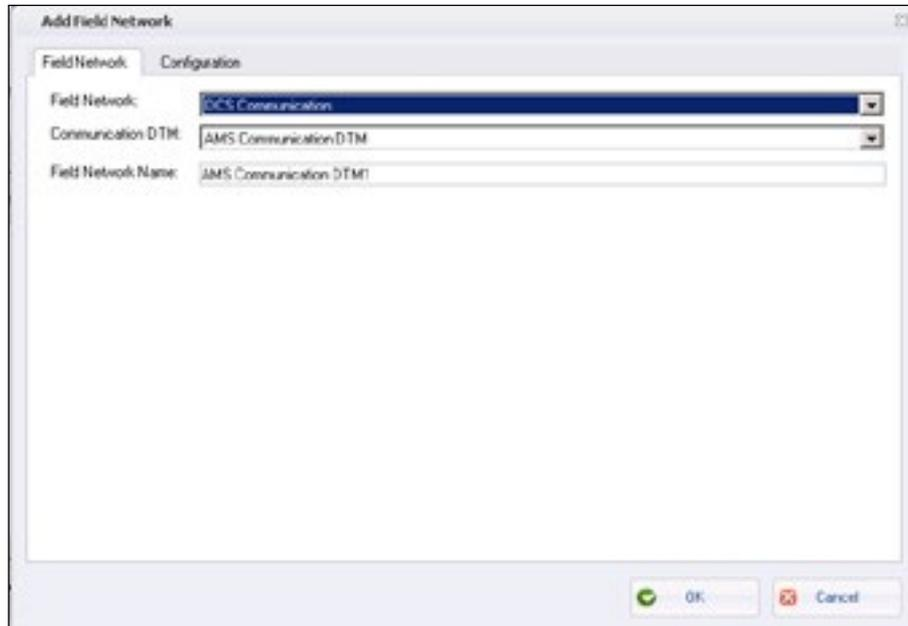

**Figure 156 - OPC AMS - Scan Next Level (Analyser le niveau suivant)**
*Si vous utilisez ValVue 3 avec un réseau de grande taille, utilisez la commande Scan Next Level (Analyser le niveau suivant) pour charger les informations, comme illustré dans la Figure 156.*